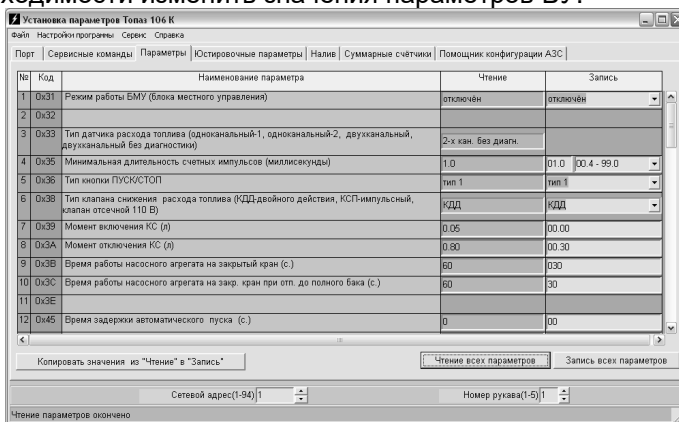

Рисунок 3
6.3 На вкладке "Параметры" (рисунок 3) можно просмотреть и при необходимости изменить значения параметров БУ.